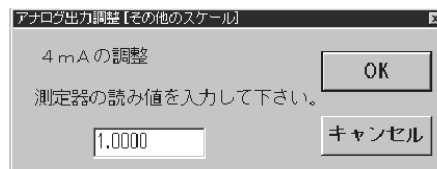

図47
- ④ 1V(4mA)の調整から行います。図47のようなメッセージボックスが現れますので、測定器の読値を入力して、「OK」ボタンをクリックしてください。